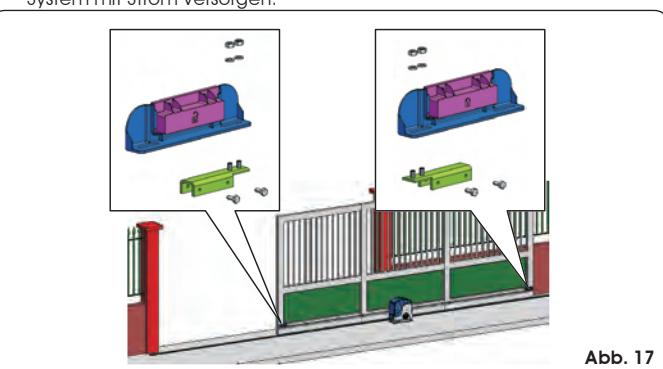

Abb. 17
Der Antrieb ist mit einem Magnet-Endschalter ausgerüstet, der den Stillstand der Bewegung des Tors verursacht, wenn der am oberen Teil der Zahnstange befestigte Magnet den Sensor erregt. Die im Lieferumfang des Antriebs enthaltenen Magnete sind entsprechend polarisiert und erregen lediglich einen Kontakt des Sensors, d.h. entweder den Schließ- oder den Öffnungskontakt. Der Magnet, der den Kontakt für die Toröffnung erregt, weist die Abbildung eines offenen Schlosses auf, der Magnet, der den Kontakt für das Torschließen erregt, zeigt das Symbol eines geschlossenen Schlosses (siehe Abb. 17). Für die korrekte Positionierung der beiden Endschaltermagnete sind die nachfolgenden Schritte auszuführen:
- ① Die beiden Magnete laut Angaben in der Abbildung 17 zusammenbauen.
- ② Den Antrieb für den Handbetrieb laut Abschnitt 8 einrichten und das System mit Strom versorgen.